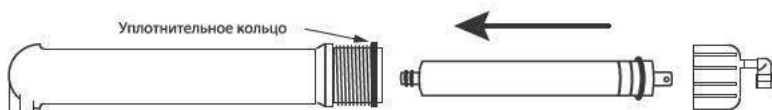

Рис. 15
3. Достаньте мембрану из пластикового пакета и установите ее в корпус (направление установки: двумя резиновыми кольцами — внутрь корпуса, см. рис. 15), предварительно смазав резиновые уплотнения мембраны тонким слоем силиконовой смазки.